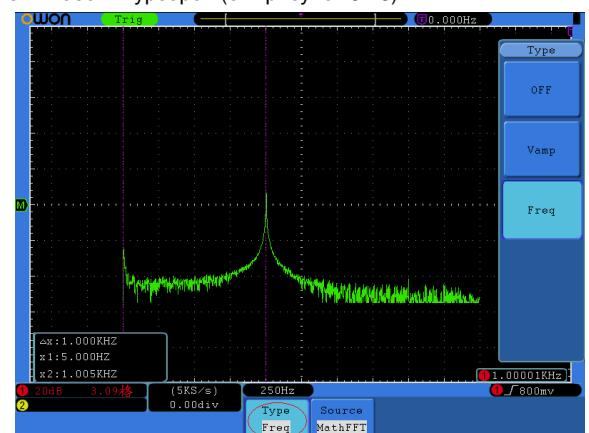

Рисунок 5.75. Вид осциллографа при курсорных измерениях частоты сигнала в режиме FFT
3. В соответствии с особенностями измеряемой осциллограммы выберите положения курсора 1 и курсора 2 вращением регуляторов **VERTICAL POSITION** канала CH1 и канала CH2. В окне в левом нижнем углу окна отображения осциллограммы показываются разность частот между курсорами и текущие значения положений обоих курсоров (см. рисунок 5.75).